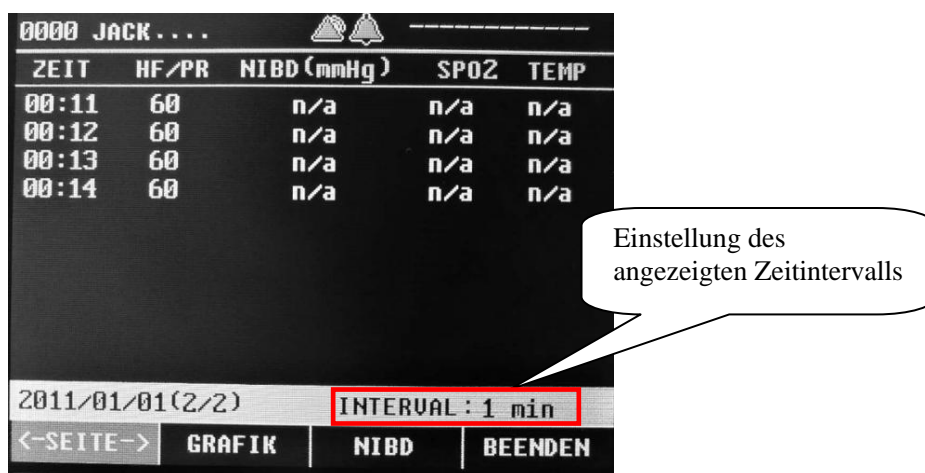

Abbildung 7.2
(1) Die erste Seite für die Trendseiten des “HF” und “SPO₂”, wie in Abbildung 7.2 darstellt